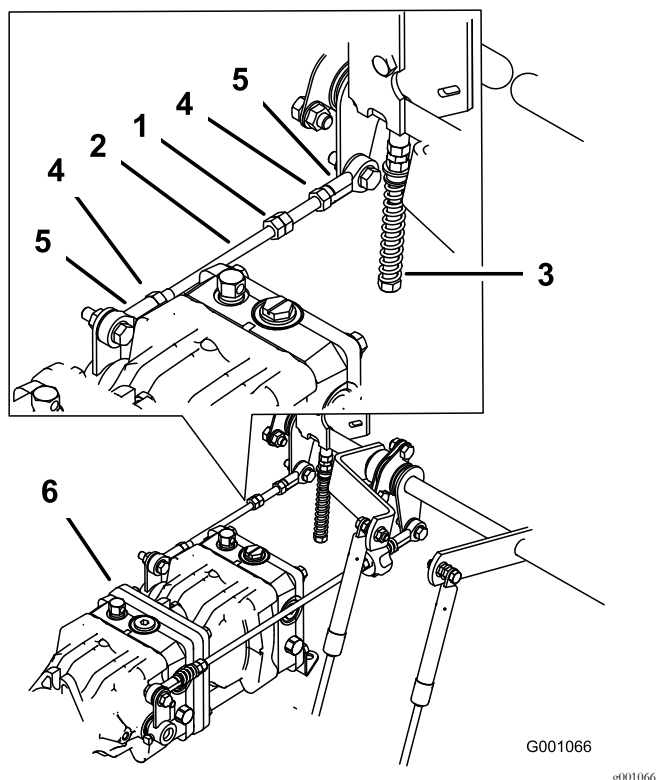

Figura 81
1. Afloje las contratueras de la articulación esférica de la varilla de control de la bomba (Figura 81).
3. Ajuste la longitud de la varilla de la bomba girando las tuercas dobles de la varilla, en el sentido apropiado, hasta que la rueda quede estacionaria o se mueva muy lentamente en marcha atrás (Figura 81).
6. Apriete las contratueras de las articulaciones esféricas (Figura 81).